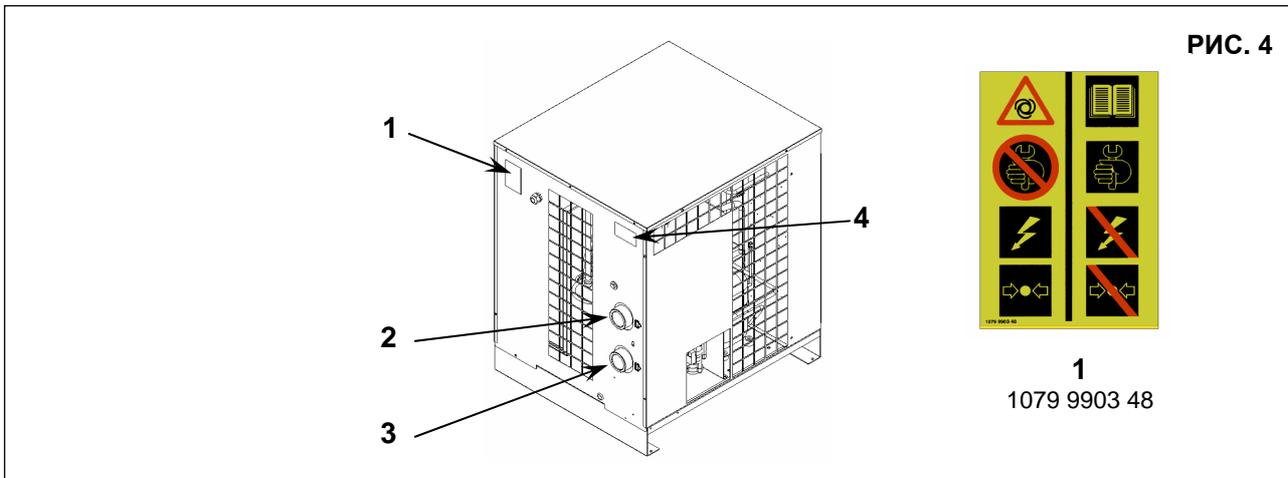

РИС. 4
**8.0 РАСПОЛОЖЕНИЕ ТАБЛИЧЕК****8.1 РАСПОЛОЖЕНИЕ ТАБЛИЧЕК БЕЗОПАСНОСТИ (Рис. 4)**
**8.2 РАСПОЛОЖЕНИЕ ТАБЛИЧЕК БЕЗОПАСНОСТИ (Рис. 4)**